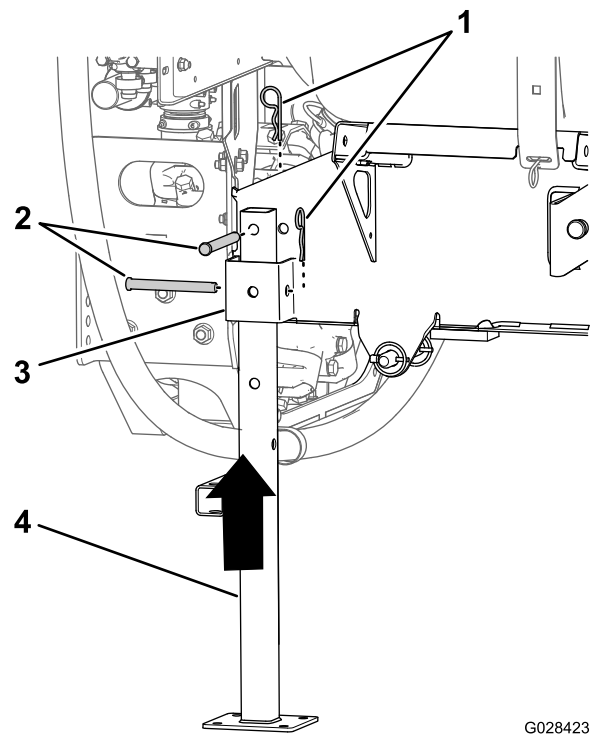

Figure 131
5. Alignez la jambe de support arrière sur le récepteur arrière (Figure 131).
6. Alignez le trou au sommet de la jambe de support et le trou dans le cadre du patin de cuve (Figure 131).
7. Fixez la jambe de support au récepteur et au cadre au moyen de 2 axes de chape et 2 goupilles fendues ($\frac{5}{32}$ " x $2\frac{5}{8}$ "), comme montré à la Figure 131.